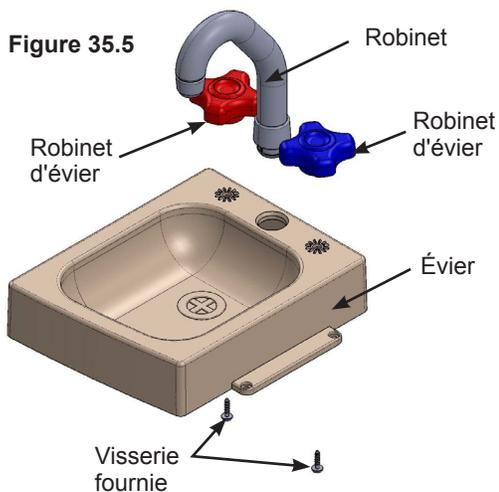

Figure 35.6
D : Faites glisser la plaque de cuisson en adhérant bien à la gauche de la base du barbecue, et faites glisser l'évier de manière qu'il soit parfaitement serré contre la droite du barbecue. Fixez la plaque de cuisson avec barbecue et l'évier équipé au Dessus de table (182) avec 2 Vis à tête bombée (S0) #8 x 7/8" (22,2 mm) de chaque côté (figures 35.6, 35.7, 35.8 et 35.9).